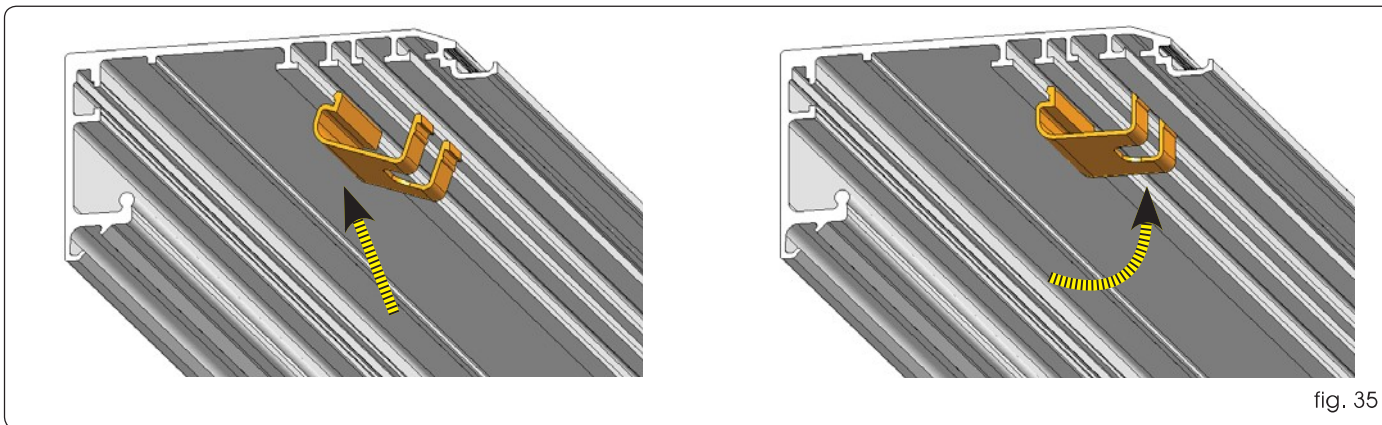

fig. 35
Introduire par pression les conduites passe-câble dans le siège du profil de soutien d'après la fig. 35.
- Utiliser les conduites spécifiques, positionnées comme il convient (fig. 35), pour faire coulisser les fils à l'intérieur du profil de soutien, évitant ainsi le contact avec les pièces en mouvement.